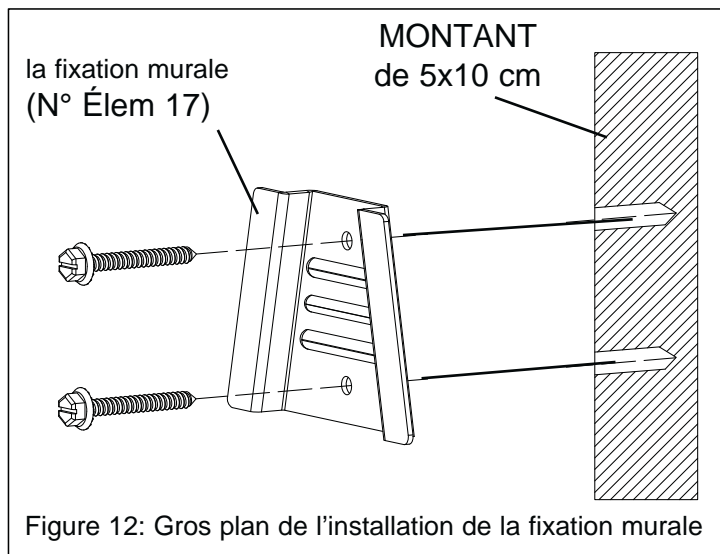

Figure 12: Gros plan de l'installation de la fixation murale
1. Fixez le support mural (N° Élem17 à la Figure 12) au poteau de cloison (montant en bois) comme indiqué ci-dessous.